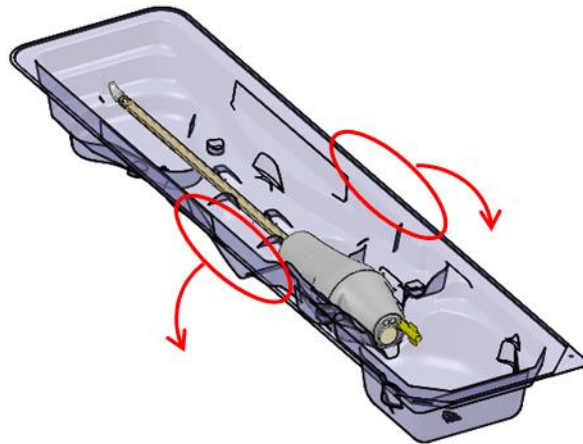

Abbildung 23: Herausnehmen des UA aus der Schalenverpackung
5. **MRT-MTRA**: Halten Sie die UA-Schalenverpackung an den langen Schalenkanten fest und biegen Sie die Schale nach außen, um den UA von den Schnappstellen zu lösen (*Abbildung 23*).